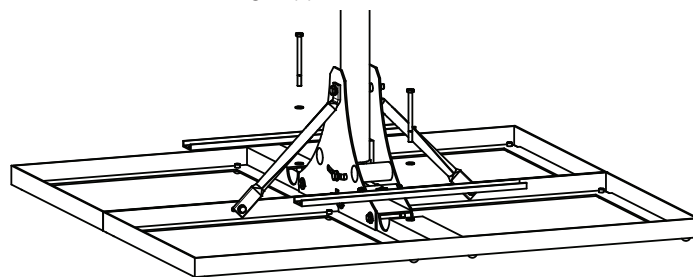

Abb. 6: Schienen zur Sicherung der Betonplatten befestigen
- Die zwei Schienen zur Sicherung der Betonplatten auf beiden Seiten mit den Schrauben M8 x 60 mm oder M8 x 105 mm, je nach Höhe der Betonplatten, befestigen (Abb. 6).